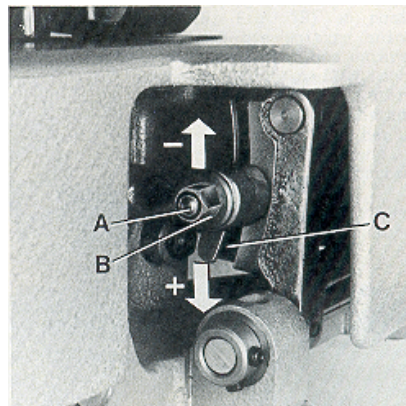

Fig. 27
The length of the stitch can be adjusted by raising or lowering stud (A, Fig. 27) in the segment slot of feed rocker (C) located at the rear of machine below the cloth plate. Lowering stud (A) will lengthen the stitch, raising the stud will shorten the stitch. After loosening nut (B), stud (A) can be moved accordingly. When the desired stitch length is obtained, retighten nut (B).
Die Stichlänge kann durch Höher- oder Tieferstellen des Bolzens (A, Fig. 27) in der Nut des Transportantriebsrahmens (C) hinten an der Maschine unter der Stoffplatte verändert werden. Tieferstellen des Bolzens (A) verlängert den Stich, Höherstellen verkürzt ihn. Nach Lösen der Mutter (B) läßt sich der Bolzen (A) entsprechend verschieben. Wenn die gewünschte Stichlänge eingestellt ist, ziehen Sie die Mutter (B) wieder an.